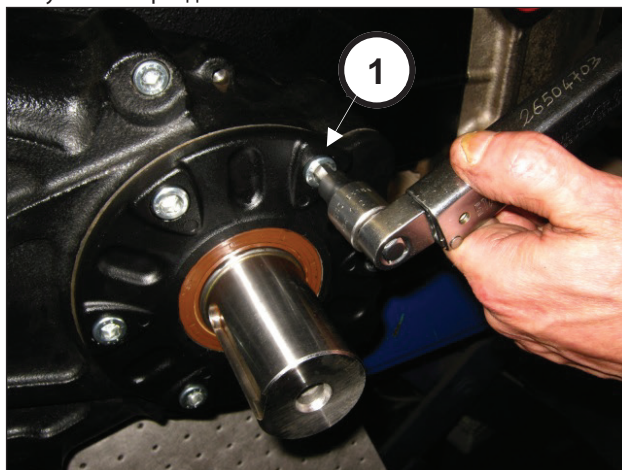

Рис. 82
Затяните 6 винтов M10x25 (поз. ①, Рис. 82). Откалибруйте винты динамометрическим ключом, как указано в разделе 3 МОМЕНТЫ ЗАТЯЖКИ ВИНТОВ.